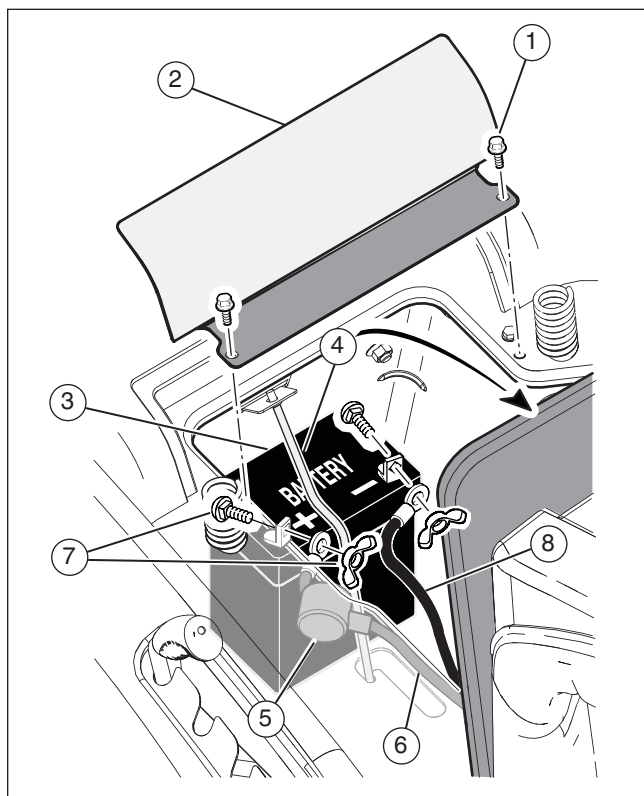

Figure 6
2. Retirer les deux vis (1) et le couvercle de la batterie (2) (voir la **Figure 6**).
3. Vérifier le côté de la batterie (3) pour l'emplacement de la date de la batterie.
1. Pour déconnecter le dispositif de retenue de la batterie (4), appuyer sur l'extrémité inférieure du dispositif de retenue de la batterie (voir la **Figure 6**).
2. Retirer la batterie (3) de l'ouverture entre le moteur et le support de siège.
1. Retirer les capuchons protecteurs des bornes de batterie (voir la **Figure 6**).
2. Faire glisser la gaine de borne (5) sur le câble rouge (6).
3. Connecter le câble rouge à la borne positive (+) avec les fixations (7).
4. Connecter le câble noir (8) à la borne négative (-) avec les fixations (7).
5. Installer le couvercle de batterie (2) avec les deux vis (1).